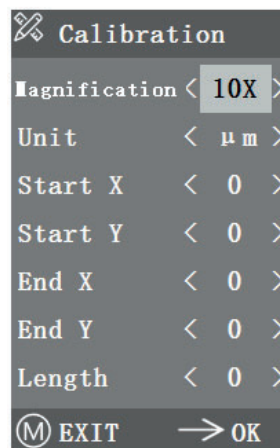

Figure 5-7
- Accédez au menu Calibration, comme le montre la figure 5-7.